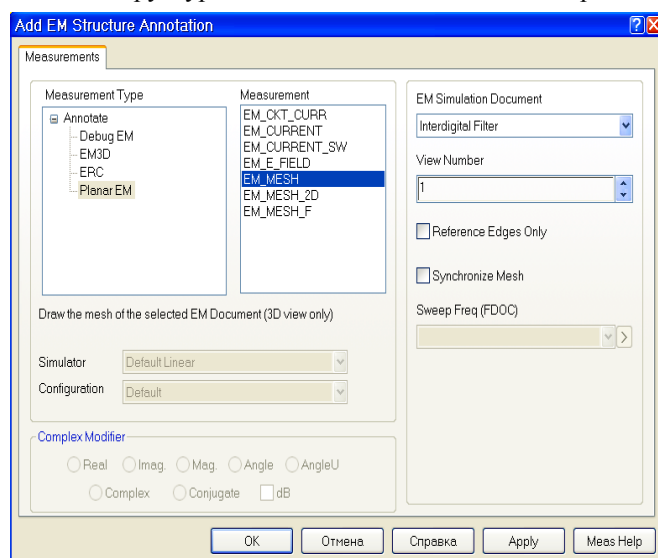

Рис. 6.31
2. В открывшемся окне (рис. 6.31) в списке **Measurement** отметьте **EM_MESH**, остальные параметры установите, как показано на рис. 6.31 и нажмите **OK**.